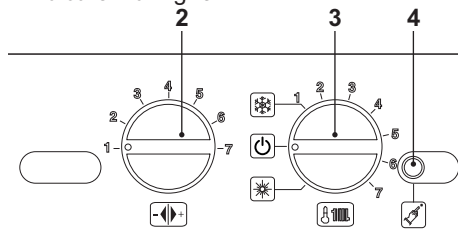

Fig. 5.47
- Para salir del modo de programación, ponga el selector de función/mando de regulación de la temperatura 3 como se indica en la Fig. 5.47.